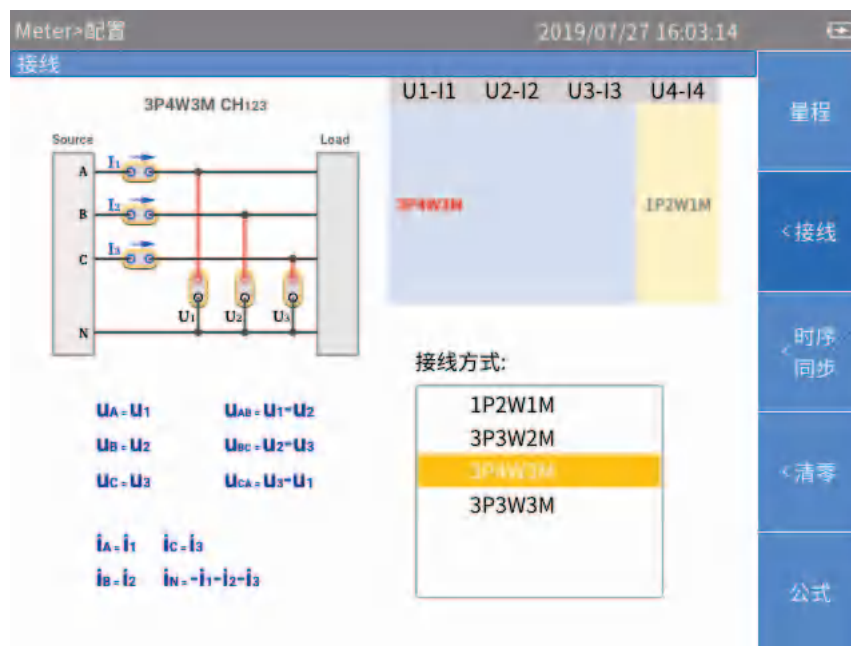

图 12. 接线
2. 接线方式的设置界面如图 12 所示。
- 1. 在如所示接线图 12 界面，利用控制面板上的左、右导航箭头 (← →) 键，选中通道配置中的某个通道或接线组。被选中通道 / 接线组的接线方式高亮表示。